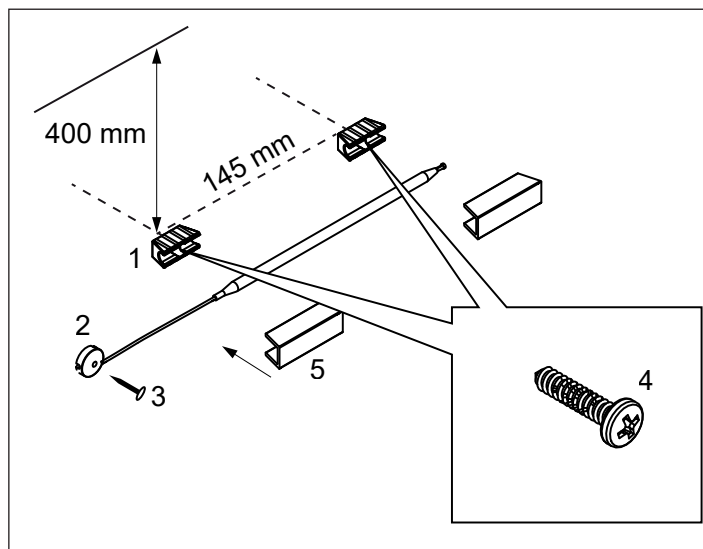
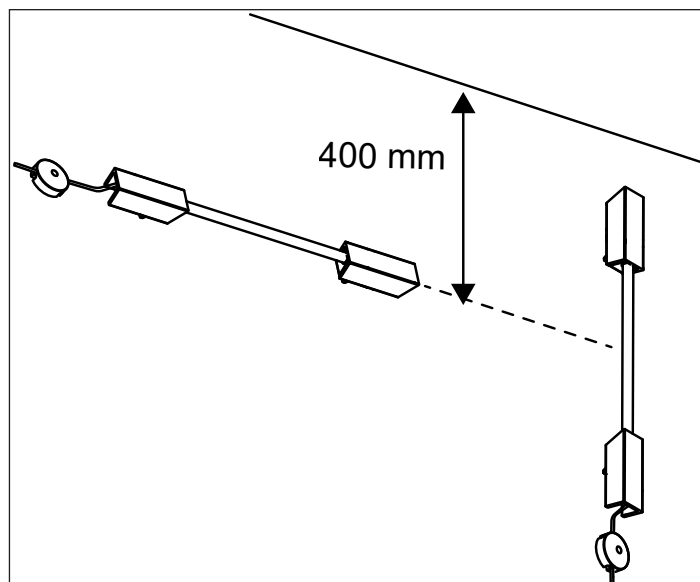
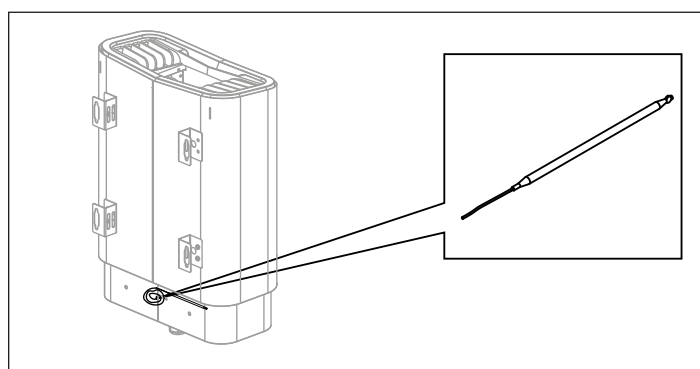

Fig 12: Installera temperatursensorn
Fig 13: Temperatursensorn
Fig 14: Hitta temperatursensorn
Montera temperatursensorhållarna, (se (1) i Fig 12) med de två medföljande skruvarna (4) 400 mm ned från taket och 145 mm emellan.
Skjut in temperatursensorn (hittas på baksidan av aggregatet, se Fig 14) och sätt på profilerna. Fäst kapillärroret med clipsen (2) och dyckerten (3) (se Fig 12). Sensor kan placeras antingen vertikalt eller horisontellt, se fig 13
Vid inkoppling till spänningar eller fas-tal, som inte anges i kopplingschema (se Fig 14), kontakta Tylö kundservice.